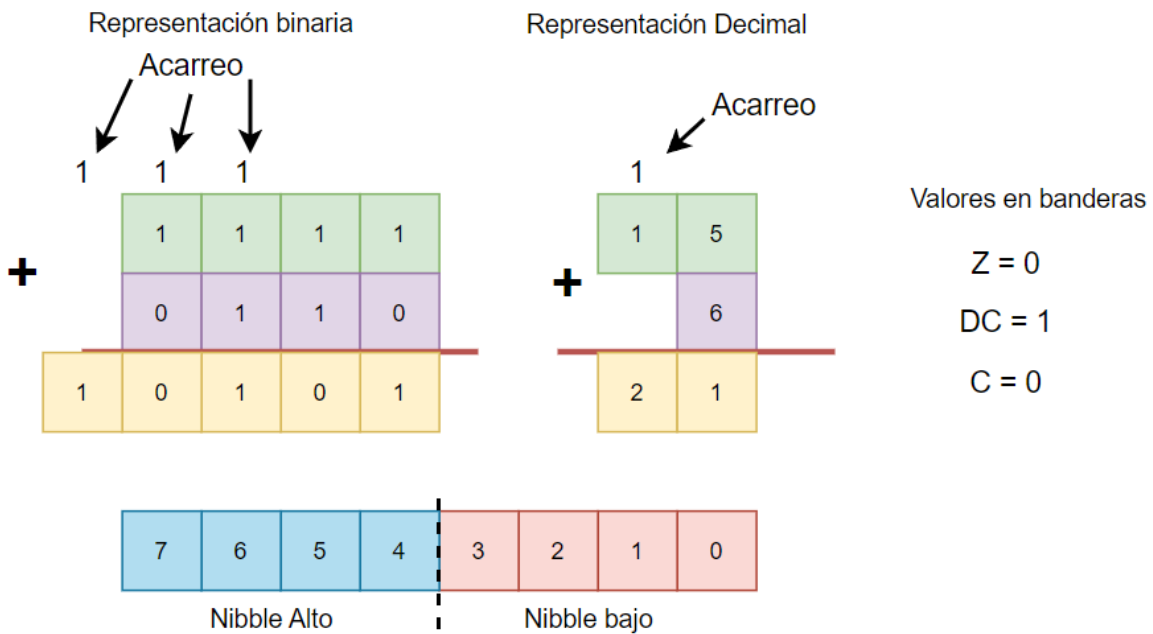

Fig. 4.2 Representación ilustrativa banderas Z, DC y C.
Como se observa en la tabla 10, los bits 0, 1 y 2 del registro STATUS se conocen como las banderas de Carry (C), Digit Carry (DC) y Zero (Z). Estos bits son conocidos como bits bandera, porque proporcionan información sobre los resultados obtenidos a partir de la realización de operaciones aritméticas o lógicas realizadas por el microcontrolador. Estos bits cambian su valor a un nivel lógico alto o bajo de forma automática, en función del resultado de la operación lógica o aritmética. De esta forma es fácil identificar cuando una operación es igual o si es menor o mayor a un número. La Fig. 4.2 muestra una forma más ilustrativa de cómo se comportan estos 3 bits.